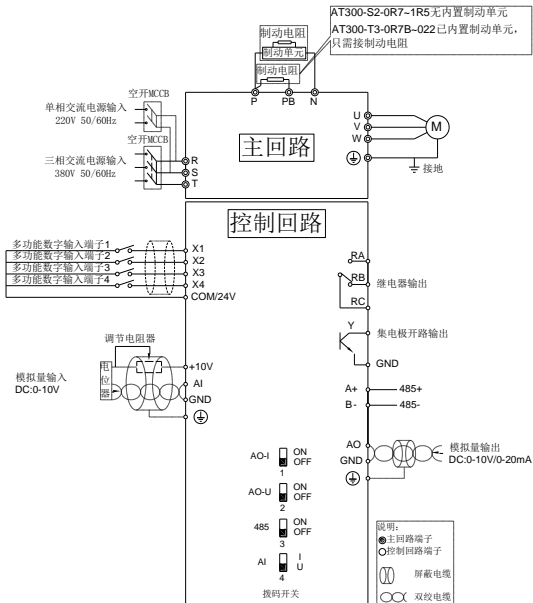

图 3-1 变频器 11kW 及以下功率接线示意图
1) AT300 系列变频器 11kW 及以下功率接线方式如图 3-1 所示：